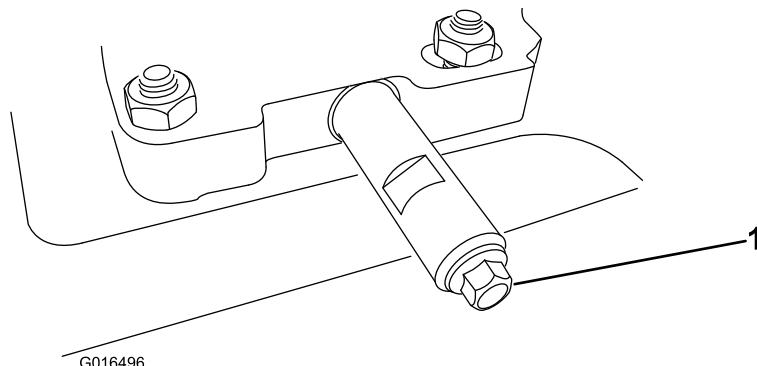

Figura 30
- Pulite l'area attorno al dado di spurgo dell'olio (Figura 30).